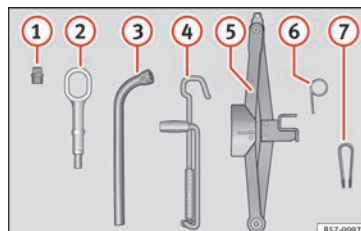

Fig. 70 Dans le coffre à bagages, sous le revêtement du plancher de chargement : outillage de bord.
- Encastrer la pince en plastique (outillage de bord » » fig. 70 ⑦) sur le capuchon jusqu'à ce qu'elle s'emboîte » » fig. 72.